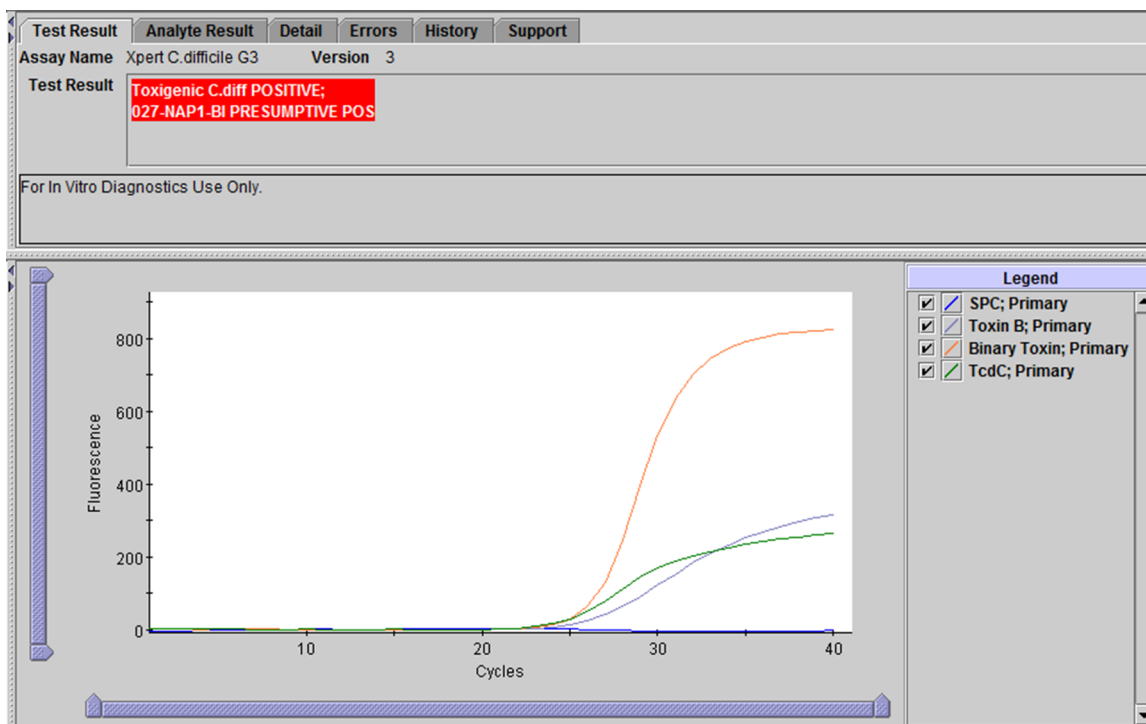

Рисунок 3. Пример положительного по C. difficile и предположительно положительного по 027 результатов
<p>Токсигенный C. diff ПОЛОЖИТЕЛЬНЫЙ, 027 ПРЕДПОЛОЖИТЕЛЬНО ПОЛ. (Toxigenic C. diff POSITIVE, 027 PRESUMPTIVE POS) См. Рисунок 3</p>	<p>Обнаружены целевые последовательности ДНК токсин-продуцирующих C. difficile, предположительно 027/NAP1/BI</p> <ul style="list-style-type: none"> • Токсин-продуцирующие C. difficile, предположительно 027/NAP1/BI – Для всех целевых токсин-продуцирующих C. difficile, предположительно 027/NAP1/BI, (токсин В, бинарный токсин и делеция nt 117 tcdC) показатель Ct находится в пределах допустимого диапазона, и конечная точка находится выше заданного минимального значения. • Контроль обработки образца – Н/П (NA); контроль обработки образца игнорируется, поскольку амплификация целевых последовательностей C. difficile может конкурировать с этим контролем. • Контроль зондов — ПРОЙДЕН (PASS); все проверки в рамках контроля зондов успешно пройдены.